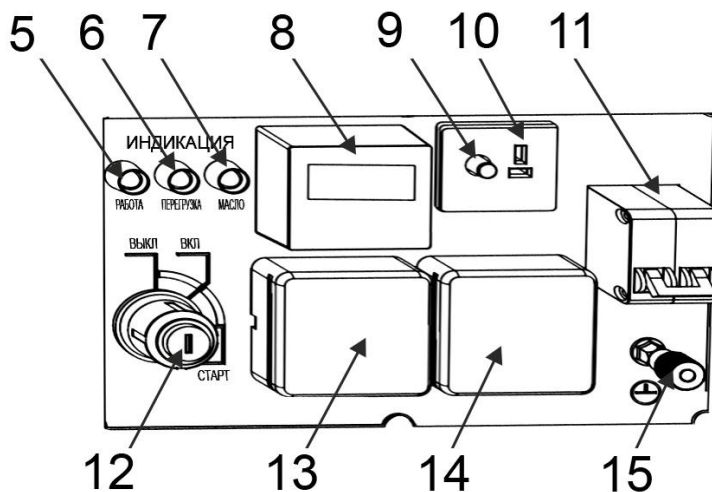

Рис. 1
- Запуск бензинового двигателя осуществляется ручным (19) или электрическим (12) (См. Рис.1) стартером.
- Заправка бака топливного (1) осуществляется через заправочную горловину, закрытую крышкой (2).
- Топливо из топливного бака (1) через топливный кран и топливную систему, поступает в карбюратор.
- С помощью воздушного фильтра (21) производится очистка воздуха, поступающего в карбюратор двигателя. Для проведения технического обслуживания воздушного фильтра, генератор снабжен съемной крышкой. Через крышку открывается доступ к фильтрующему элементу.
- Розетка (13) предназначена для подключения потребителей однофазного переменного тока, напряжением 220 В.
- Вольтметр (8) предназначен для измерения величины выходного напряжения работающего генератора.
- Моточасы (8) отображают суммарное рабочее время генератора.
- Розетка (10) предназначена для подключения потребителей постоянного тока, напряжением 12 В.
- Выключатель переменного тока (11) автоматически отключается при превышении нагрузки, на которую рассчитан генератор. После срабатывания выключателя переменного тока уменьшите нагрузку и включите прерыватель цепи снова.
- Окрутите крышку топливного бака (3)(См. Рис.1). Проверьте уровень топлива.
- Соедините клемму заземления (21)(См. Рис.1) на панели управления с заземлителем. Для соединения используется провод, сечением не менее 1,5 мм².
- Любой заземлитель должен быть погружен в землю до влажных слоев грунта. На заземлителях должны быть оборудованы зажимы или другие устройства, обеспечивающие надежное контактное соединение провода заземления с заземлителем. Противоположный конец провода соединяется с клеммой заземления генератора (10)(См. Рис.1). Сопротивление контура заземления должно быть не более 4 Ом, причем контур заземления должен располагаться в непосредственной близости от генератора.